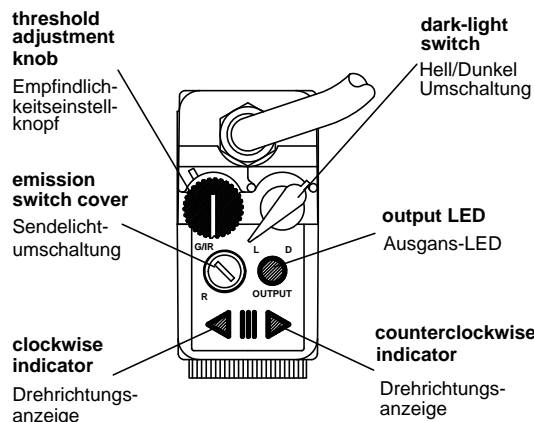

Figure 7
1. Turn the light/dark selector switch (indicated in fig.7) to the dark mark detection side (D).
3. Turn the threshold adjustment knob until the output LED is ON (circular red LED fig.7). The triangular red LEDs indicate the direction of rotation.
3. Drehen Sie den Einstellknopf bis die Ausgangs LED an geht (runde rote LED Fig. 7). Die roten Drehrichtungs-LED's zeigen dabei die Drehrichtung an.